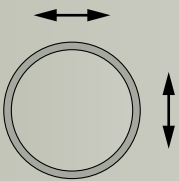

Bild 31
- Je sorgfältiger der Betonverschluss zur Längs- und Querachse ausgerichtet wird, desto unauffälliger werden die Elemente in der Gesamtoptik erscheinen (Bild 31).